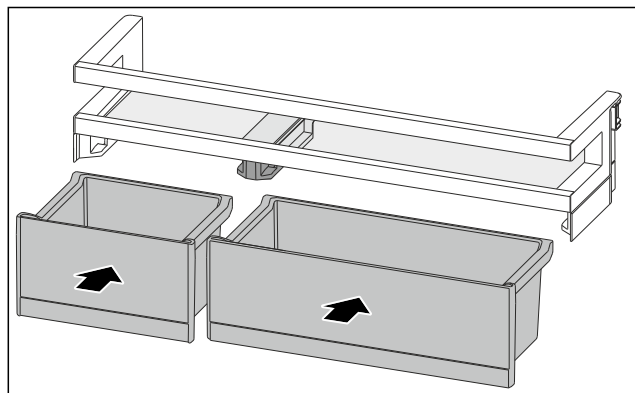

Fig. 169
- ▶ Установите ящики VarioBox, поменяв их расположение. (см. Fig. 169)